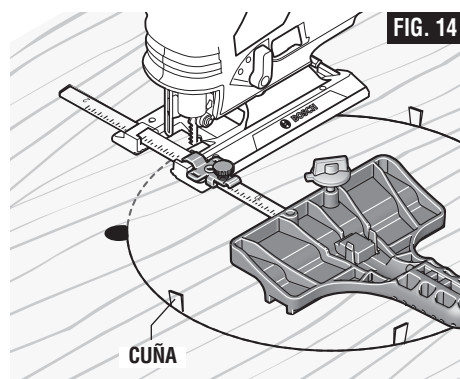

FIG. 14
- Coloque cuñas pequeñas en el corte de la manera que se muestra en la Fig. 14, para impedir que el círculo interno se extienda cuando se esté cerca del final del corte.